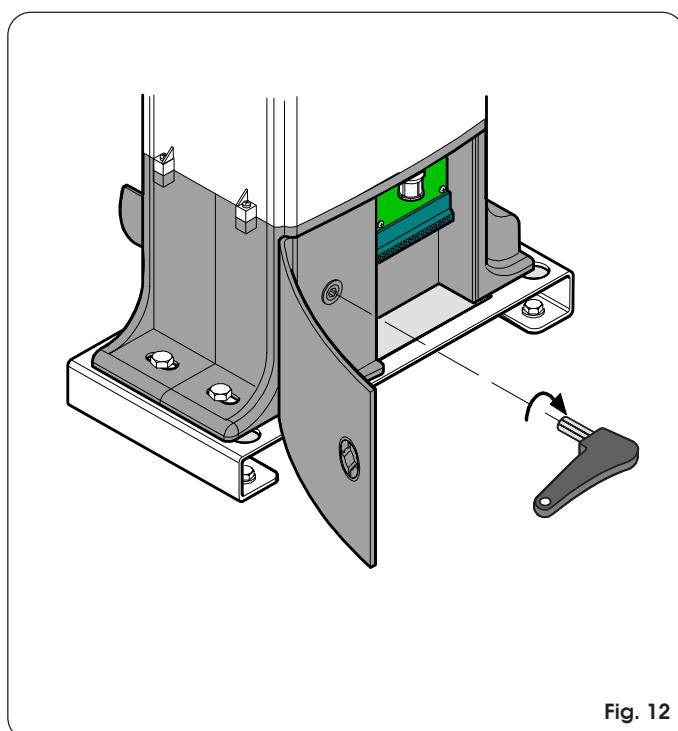

Fig. 12
- Extraiga la llave suministrada en dotación que está alojada en el interior de la portezuela; introdúzcala en el sistema de desbloqueo y gírela en sentido horario hasta el tope mecánico (Fig. 12).